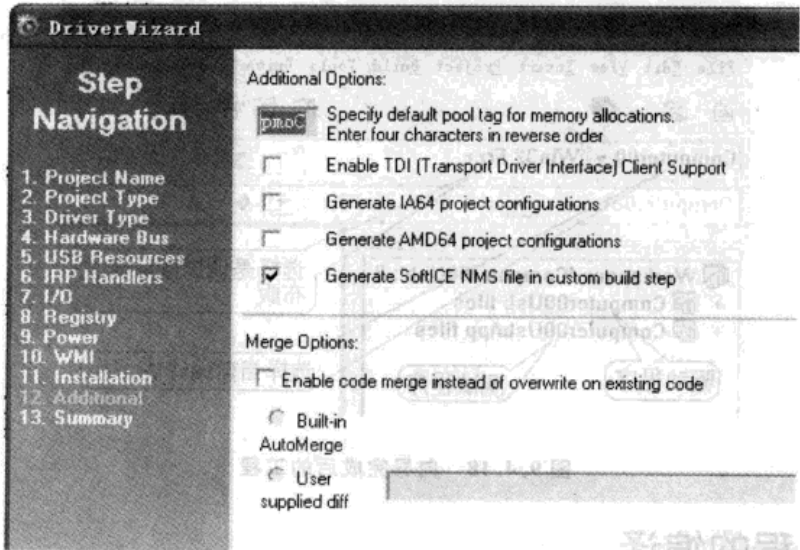

图 9.4.16 附加信息
(12) 附加信息。这里不用设置，使用默认值即可，如图 9.4.16 所示。